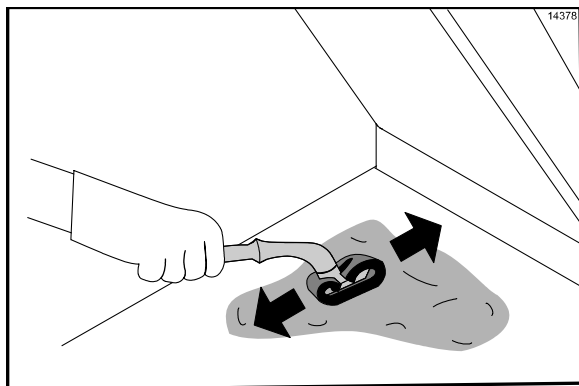

Figura 106
38. Espalhe a solução de limpeza sobre toda a superfície inferior do grill, usando movimentos uniformes, de frente para trás. **Não esfregue ao aplicar o produto.** (Veja a Figura 106.)